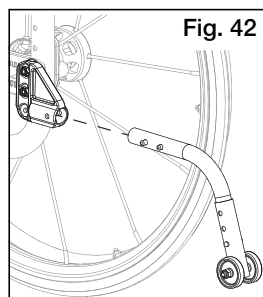

Fig. 42
1. Installing Anti-Tips (Fig. 42)